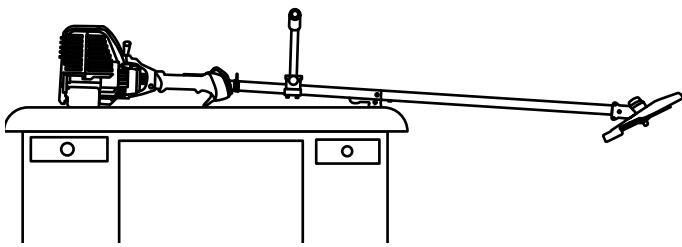

Fig. 39
- Placez la machine sur une surface plane avec le bouclier de la tête de coupe pendant d'un banc de travail ou d'une table pour obtenir une lecture correcte du niveau d'huile (Fig. 39).